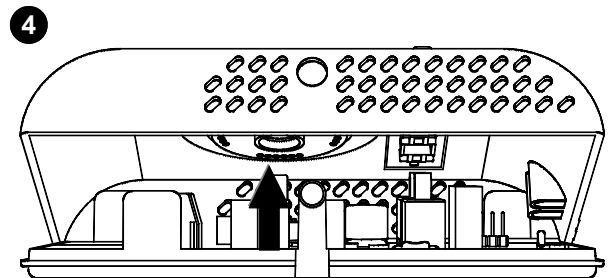

Fig. 5 - Abb. 5
- 4 Ruotare la calotta esercitando una leggera pressione fino ad estrarla completamente (Fig. 5).